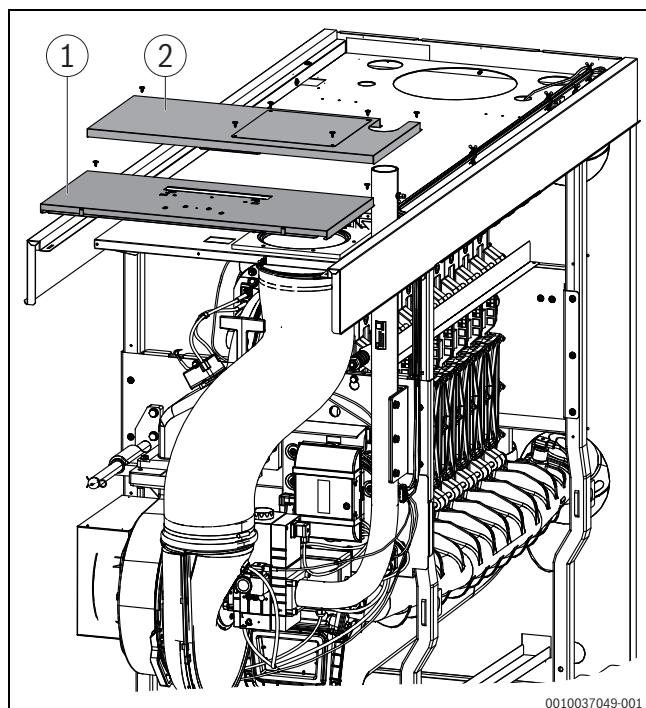

Рис. 32 Монтаж передней крышки
- ▶ После прокладки электрических проводов установите крышку подачи воздуха (→ Рис. 32). При этом вставьте в соответствующее отверстие крышки спереди склоненный язычок.